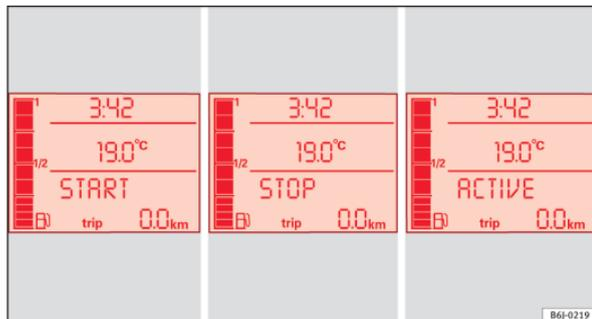

Fig. 101 Indication sur l'écran du tableau de bord durant le fonctionnement Start-Stop.
- L'écran du tableau de bord affiche des informations concernant l'état du fonctionnement Start-Stop → fig. 101.